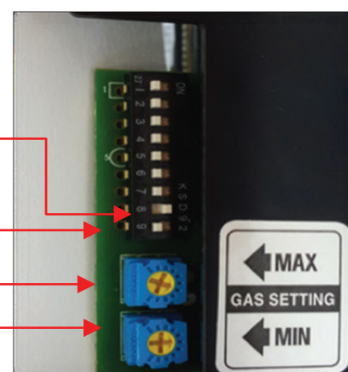

Рисунок 15. DIP-переключатели
- Перевести переключатель «8» (рис. 15), находящийся на боковой поверхности блока управления электронного, в положение «ON» (газовый узел перейдет в режим принудительного минимума подачи газа);
- Перевести переключатель «9» (рис. 15), находящийся на боковой поверхности блока управления электронного, в положение «ON» (газовый узел перейдет в режим принудительного максимума подачи газа);